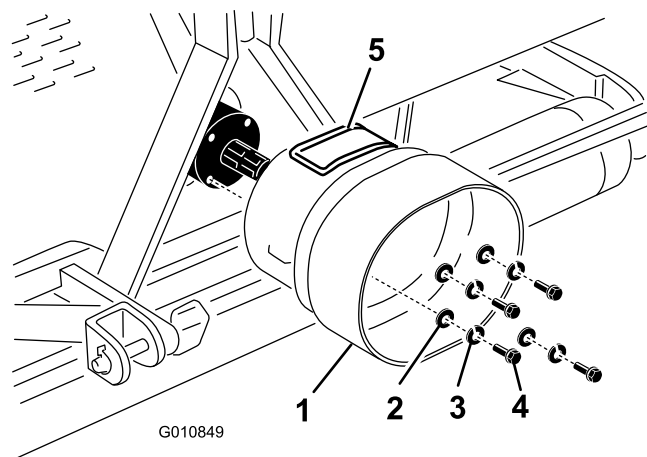

Figura 22
Nota: Potete aprire lo sportellino di accesso (Figura 22) per facilitare l'operazione di rimozione e montaggio dei fermi dell'albero della PDF.
1. Rimuovete i 4 bulloni, le rondelle di bloccaggio e le rondelle piane fissate sulla parte posteriore della trasmissione dell'arieggiatore (Figura 22).
2. Montate la protezione della PDF sulla trasmissione dell'arieggiatore con i dispositivi di fissaggio precedentemente rimossi (Figura 22).
Allineate il pannello di accesso (Figura 22) della protezione della PDF alla parte superiore